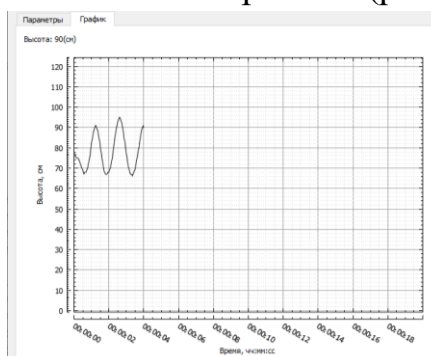

Рисунок 2.6 – Внешний вид вкладки «График»
2.5.6.1 Перейдите на вкладку «График». В верхней части вкладки отображается значение измеренной высоты в сантиметрах, в области вывода графиков – динамика изменения высоты во времени (рисунок 2.6).